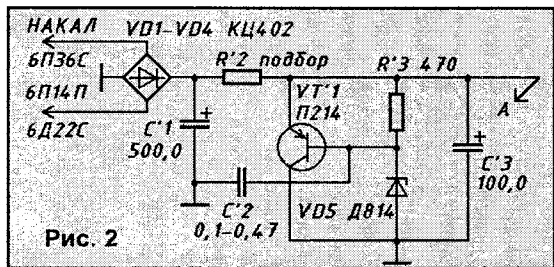

Рис. 2
6П14П в триодном включении (можно использовать 6П15П, 6П18П, 6Ж5П и 6Ж9П). Лампы в этой схеме могут работать только в триодном включении. При этом их характеристики сходны с характеристиками варисторов. Поскольку после переделки ток катода в БР-1 уменьшается до 0,19 А, напряжение на схеме центровки падает до 4 В (центровка по вертикали при этом не работает). Для устранения этого недостатка использован блок центровки (рис.2). Схема стабилизаторов выбрана из удобства. Транзистор можно установить на шасси. Стабилизатор не боится перегрузок и замыканий. Для установки лампы 6П36С и 6П44С подходит имеющаяся в телевизоре панелька, только необходимо изменить распайку ее ножек. В блоке БР-2 достаточно удалить все печатные проводники, соединяющие выводы ламповой панельки в блоке 3-3 и соединить перемычкой R37 с выводами 1 и 2. R39 соединить с выводами 3 и 8. Выводы 6 и 7 замкнуть перемычкой. Налаживание блока сводится к установке размера по горизонталю резистором R32. В БР-2 желательно также ввести схему стабилизации выходного каскада из (1) с учетом использования лампы 6П1П.